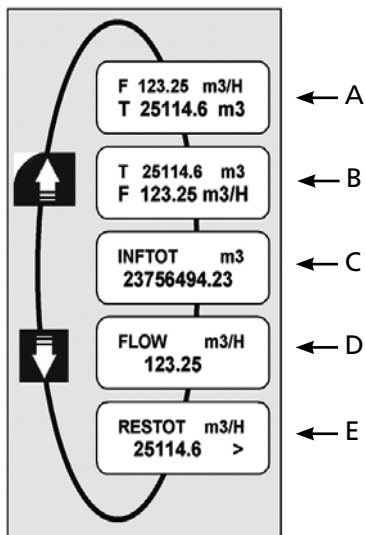

Figure 12 – Niveau d'affichage
- Pour sélectionner la donnée à afficher, appuyer sur les flèches dirigées VERS LE HAUT ou VERS LE BAS (Figure 12).